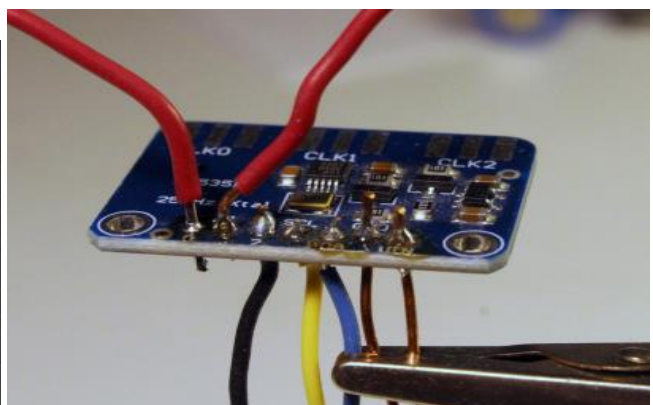

Figura 12: Si5351 disposizione dei fili;
5. Tagliare un pezzo di filo di 5 cm (2 pollici) e spelare un'estremità per 1,2 cm (0,5 pollici) e l'altra per 0,3 cm (1/8 di pollice). Saldarlo al Clock 1 (v. Figura 12).
Tagliare un pezzo di filo di 5 cm (2 pollici) e spelare un'estremità per 1,2 cm (0,5 pollici) e l'altra per 0,3 cm (1/8 di pollice). Saldarlo al Clock 0 (v. Figura 12).